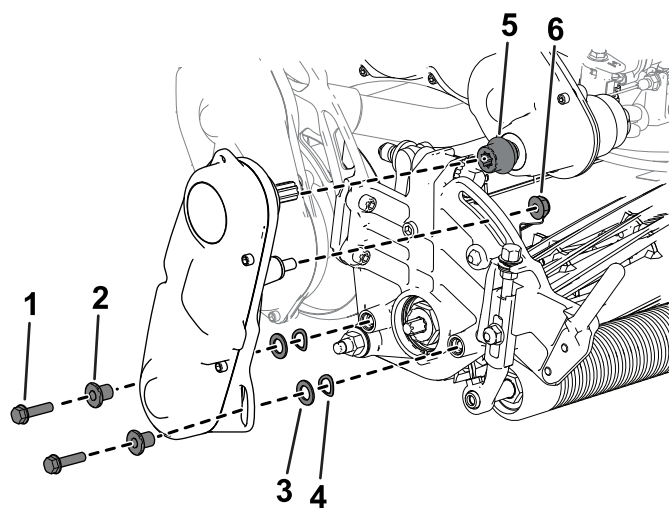

Figura 33
6. Utilice los tornillos allen, las arandelas y los espaciadores que retiró anteriormente para sujetar el conjunto de transmisión del molinete a la placa lateral de la unidad de corte (**Figura 33**).
Asegúrese de que el árbol del conjunto de transmisión del molinete está instalado en el acoplamiento del árbol de la transmisión (**Figura 33**).